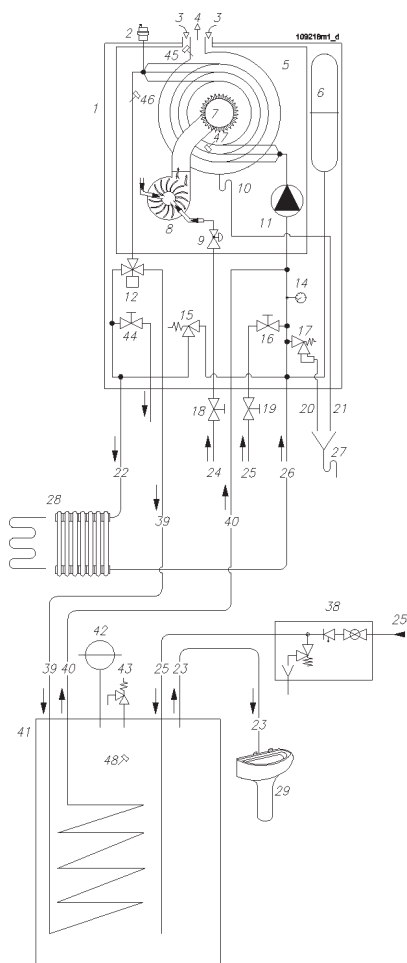

Рис.4 Гидравлическая схема
- NOVADENS - "B". С этим котлом можно выполнить установку для производства ГСВ включив в систему накопительный бойлер типа BWR или эквивалентный и систему отопления с нагревательными элементами, работающими при температуре от 30°C до 80°C пример данной установки на рис.4
- NOVADENS -- B0834. с этим котлом можно выполнить установку для производства ГСВ с накопительным бойлером типа BWR или эквивалентным и систему отопления с нагревательными элементами, работающими при температуре от 20° до 45°C. пример этого выполнения на рис. 4